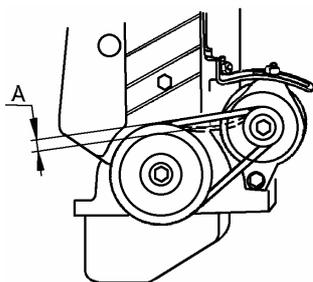

Рис.75.
- установить ремень 1 привода генератора, отрегулировать натяжение ремня и затянуть гайку крепления генератора к установочной планке и гайку болта крепления генератора к кронштейну. Прогиб А, рис.75, ветви ремня в средней ее части при усилии 100 Н (10 кгс) должен быть 10...15 мм (приспособление типа КИ-8920, головка сменная 17, ключ кольцевой 19, головка сменная 19, вороток трещоточный).